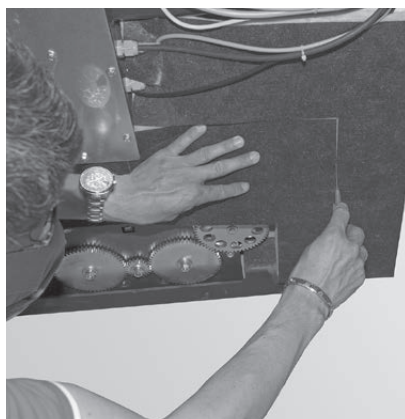

Fig. 50 Ritagliare l'isolamento
- ▶ Ritagliare con cautela l'isolamento in basso in corrispondenza dell'apertura per la pulizia – Fig. 50.